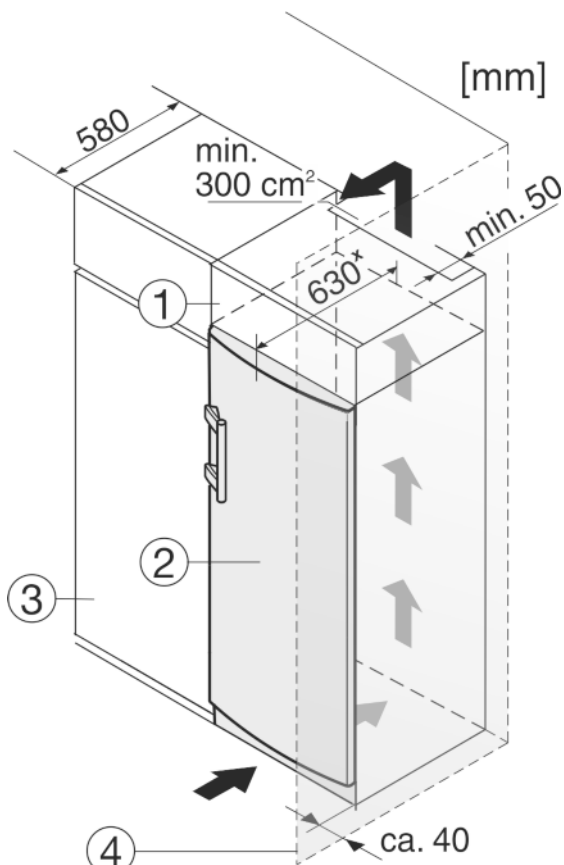

Fig. 10
- (1) Élément haut
(2) Appareil
(3) Placard de cuisine
(4) Mur
L'appareil peut être entouré de meubles de cuisine. Pour adapter l'appareil Fig. 10 (2) à la hauteur des placards de la cuisine intégrée, on peut placer un élément haut Fig. 10 (1) au-dessus de l'appareil.
Lors de la transformation avec des placards de cuisine (profondeur max. 580 mm), l'appareil peut être placé directement à côté du placard de cuisine Fig. 10 (3). L'appareil dépasse latéralement de 34 mm^x et de 50 mm^x au centre de l'appareil par rapport à la face avant du placard de cuisine.
Si l'appareil est installé avec les charnières à côté d'un mur Fig. 10 (4), la distance entre l'appareil et le mur doit être de 40 mm min. Ceci correspond à la saillie de la poignée lorsque la porte est ouverte.